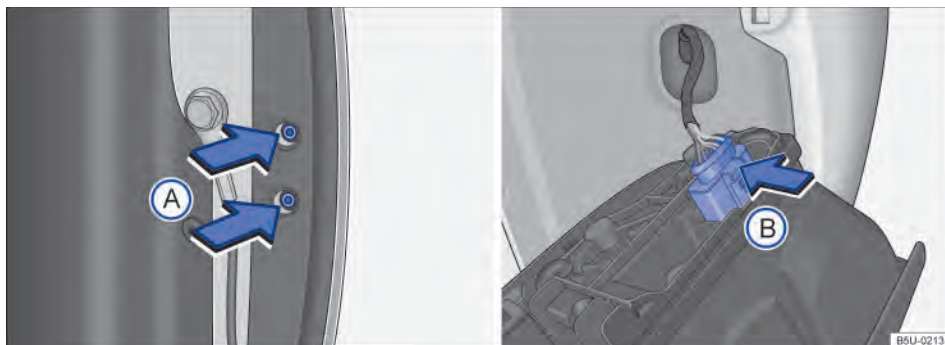

Fig. 194 Lateralmente no compartimento de carga: desaparafusar os parafusos de fixação da lanterna e retirar conector de alimentação do conjunto.
3. Remover os parafusos de fixação ⇒ Fig. 194 (A).
4. Puxar cuidadosamente a lanterna para fora, para desencaixá-la da carroceria ⇒ ①.
5. Desencaixar o conector de alimentação das lâmpadas da lanterna pressionando o conector no sentido da seta (B), para remover totalmente a lanterna. ►